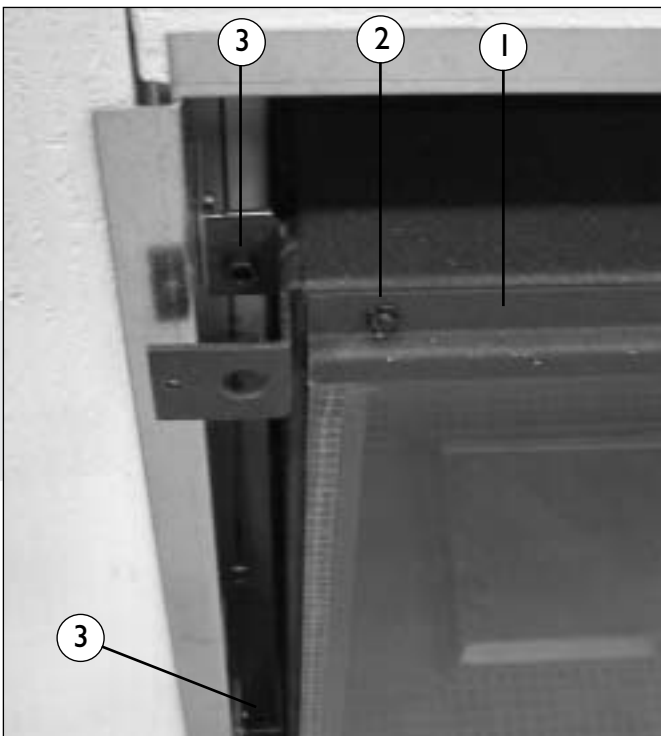

Fig. 1
- Das Glasfenster (Fig 1) heraus nehmen, indem Sie die Glasleiste (1) oben entfernen. Diese ist mit 5 Parkern (2) montiert.
- Schieben Sie das Innere aus dem Einbaukasten. Tun Sie dies, indem Sie die 4 Inbusbolzen (3) lösen.